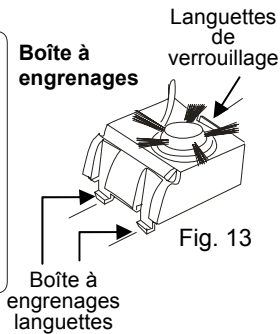
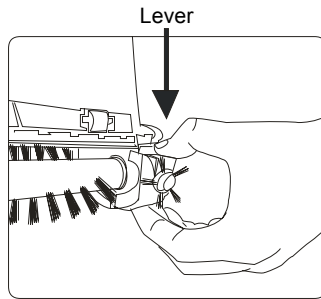
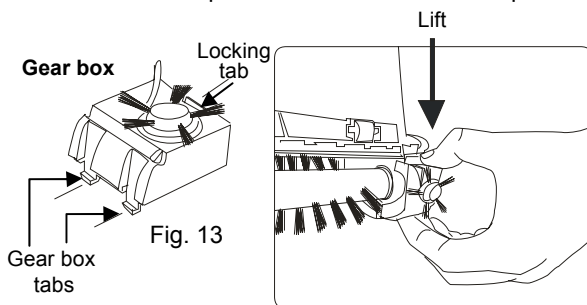

Fig. 13
Fig. 14
Fig. 14
4. Appuyez sur la languette de verrouillage de la boîte à engrenages et soulevez la boîte à engrenages pour l'enlever. (Fig. 13 & Fig. 14)
4. Push in on the locking tab of the gear box and lift gear box to remove. (Fig. 13 & Fig. 14)